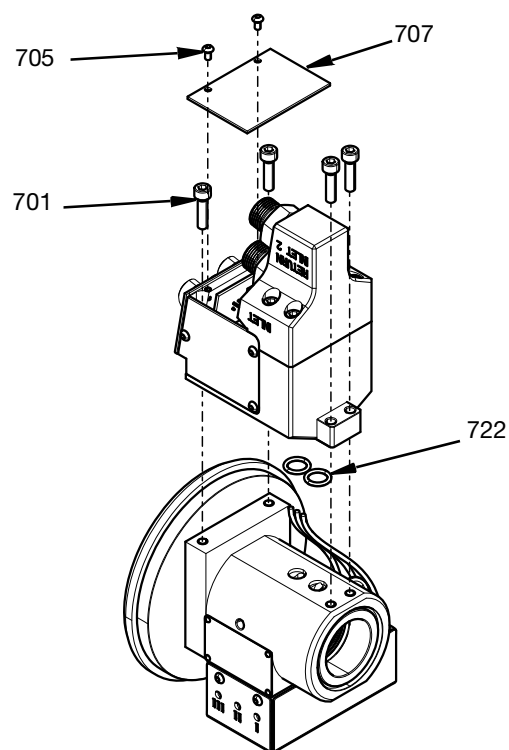

FIG. 18
- a. Verwijder het bovendeksel (707) door de twee M3-dekselschroeven (705) te verwijderen.
- b. De vier M5-schroeven (701) kunnen dan worden verwijderd om de verbindingsbehuizing te scheiden van de wartelkamer.
Sensoren of stekkers zijn nu toegankelijk. O-ringen (722) moeten vóór montage worden vervangen door nieuwe. Zie FIG. 18.